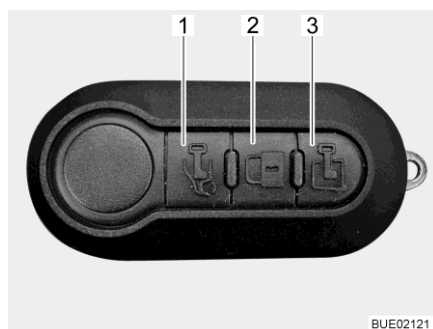

Fig. 34 Telecomando multifunzione (3 tasti)
- Premere una volta brevemente il tasto  (Fig. 34,1). La porta conducente è sbloccata.
- Premere una volta brevemente il tasto  (Fig. 34,3). La porta di ingresso è sbloccata.
Bloccaggio di tutte le porte: ■ Premere una volta brevemente il tasto  (Fig. 34,2). Tutte le porte sono bloccate.